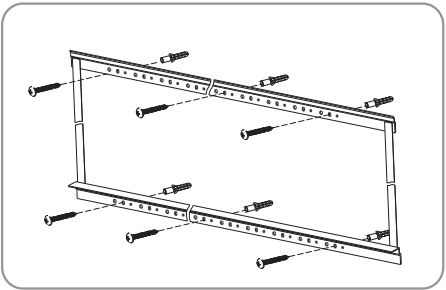

图12
- b. 混凝土墙壁安装：按银幕安装步骤 3 的操作方法，选用六个 $\phi 5 \times 40\text{mm}$ 带膨胀胶的自攻螺丝，先用电钻在混凝土墙壁上钻六个大小适合的孔，然后将膨胀胶打入钻好的孔内，再将 $\phi 5 \times 40\text{mm}$ 的自攻螺丝穿过上安装架与下安装架相对应的孔，拧入墙壁上的膨胀胶内，使其固定在墙壁上。（其中上、下安装架各 3 个）（如图12）